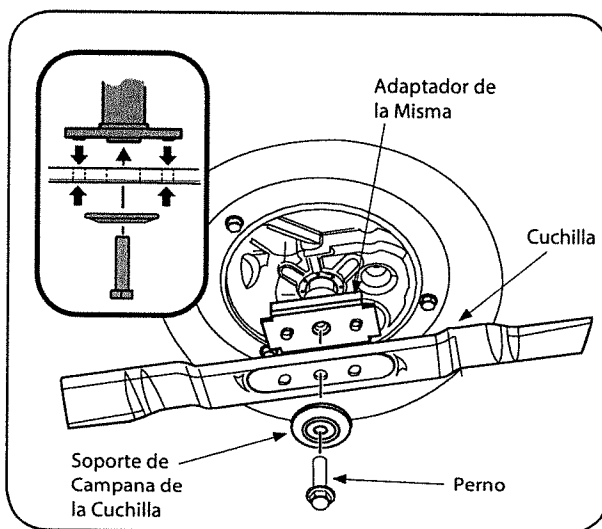

Figura 13
2. Saque el perno y el soporte de campana de la cuchilla que sostiene la cuchilla y el adaptador de la misma al cigüeñal del motor. Vea la Figura 13.
5. Lubrique el cigüeñal del motor y la superficie interna del adaptador de la cuchilla con aceite ligero. Deslice el adaptador de la cuchilla sobre el cigüeñal del motor. Instale la cuchilla en el adaptador con el lado marcado "Bottom" (inferior) (o con el número de parte) hacia el piso cuando la cortadora de césped está en posición de funcionamiento. Asegúrese que la cuchilla quede alineada y asentada en las bridas del adaptador. Vea la Figura 13 inserto.